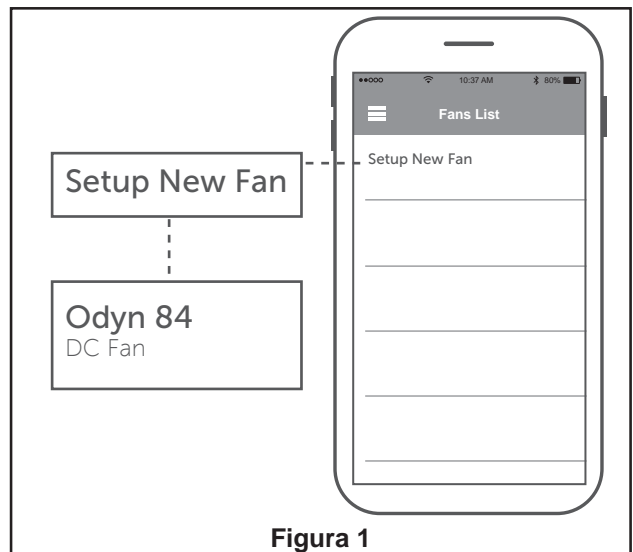

Figura 1
1. Abra la app fanSync y toque el nuevo ventilador para iniciar la instalación. (Figura 1)
- 1. Instalación de la placa de la pared:** (Figura 1)